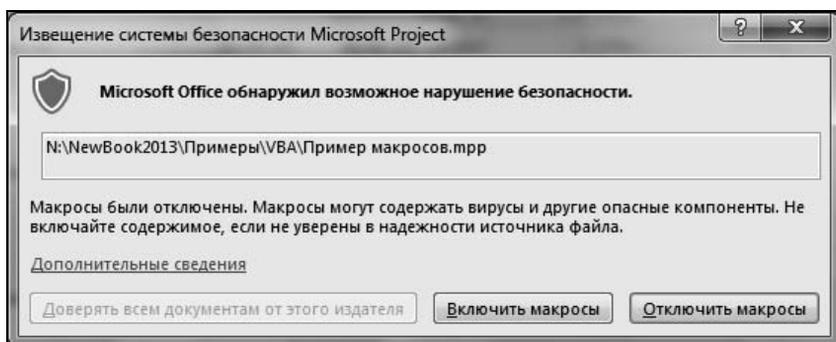

Рис. 11.2. Окно сообщения о нарушении безопасности
1. Загрузить Project и с помощью команды **Файл | Открыть** загрузить файл Пример макросов.mpp, который находится в папке Пример\VBA электронного архива, сопровождающего книгу. В процессе загрузки файла в зависимости от настроек безопасности Project может выдать сообщение о наличии в файле макросов. В ответ на это следует нажать кнопку **Включить макросы** (рис. 11.2). Это надо сделать обязательно, иначе система безопасности заблокирует макросы.
1. Загрузить Project и с помощью команды **Файл | Открыть** загрузить файл Пример макросов.mpp. В процессе загрузки файла Project может выдать предупреждение системы безопасности о наличии в файле макросов (см. рис. 11.2). В ответ на это следует нажать кнопку **Включить макросы**.
1. С помощью команды **Файл | Открыть** загрузить файл Пример макросов.mpp. В процессе загрузки файла Project может выдать сообщение о наличии в файле макросов (см. рис. 11.2). В ответ на это следует нажать кнопку **Включить макросы**.